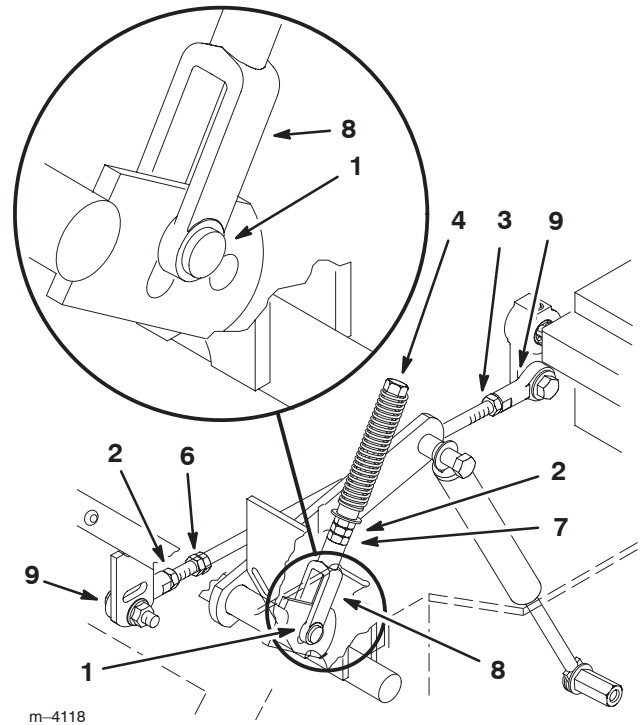

Figure 45
6. Tirez ensuite le levier en arrière jusqu'à ce que l'axe de chape (situé sur le bras au-dessous de l'axe de pivot) touche l'extrémité de la fente (c.-à-d. commence juste à appuyer sur le ressort) (Fig. 45).
8. Si un réglage s'impose, desserrez l'écrou et l'écrou de blocage vissés contre la chape (Fig. 45).
10. Serrez l'écrou et l'écrou de blocage (Fig. 45).
1. Desserrez les contre-écrous sur les rotules de la tige de commande de la pompe (Fig. 45).
3. Réglez la longueur de la tige de pompe en tournant les doubles écrous dans le sens voulu, jusqu'à ce que la roue soit immobilisée ou tourne légèrement en marche arrière (Fig. 45).
6. Serrez les écrous contre les rotules (Fig. 45).